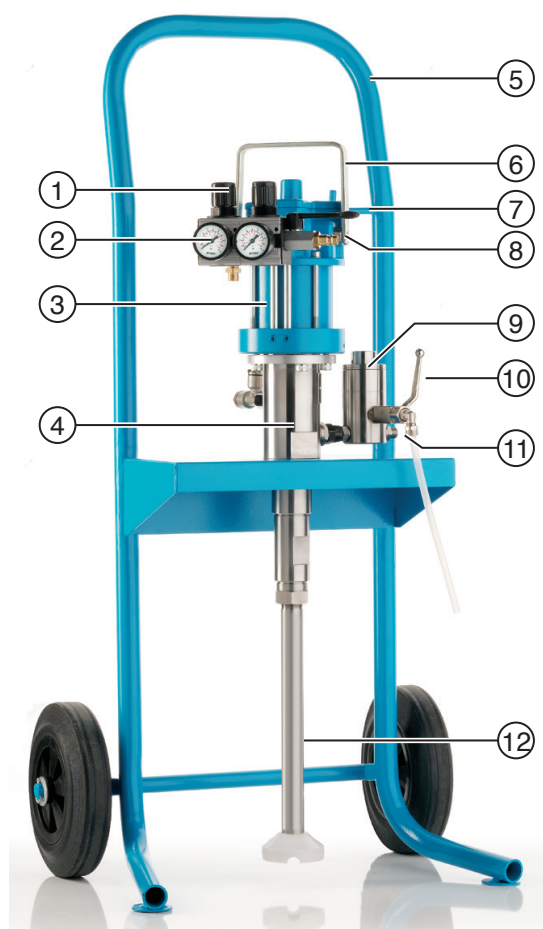

Fig. 7 AirCombi PROFIT på understel
- Maskinen må kun løftes ved bærehåndtaget (Fig. 7, nr. 6) eller det dertil indrettede ringøje. Ringøjerne er kun dimensionerede til højtrykpumpens belastning. Løft ikke hele apparatet (inklusive tilbehør, slanger eller stativ) i dem!